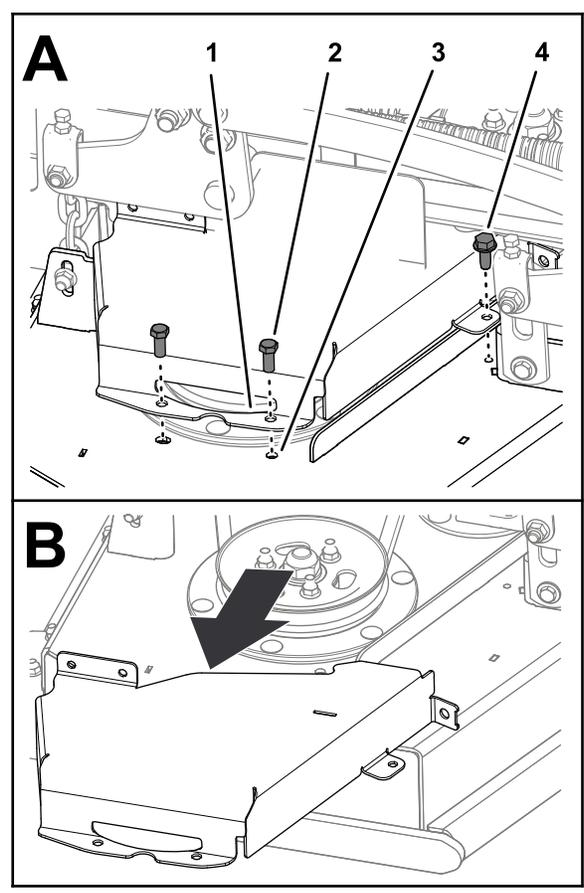

Figura 39
2. Retire os dois parafusos e parafuso de cabeça flangeada que prendem a cobertura do lado direito à plataforma e retire a cobertura (Figura 39).